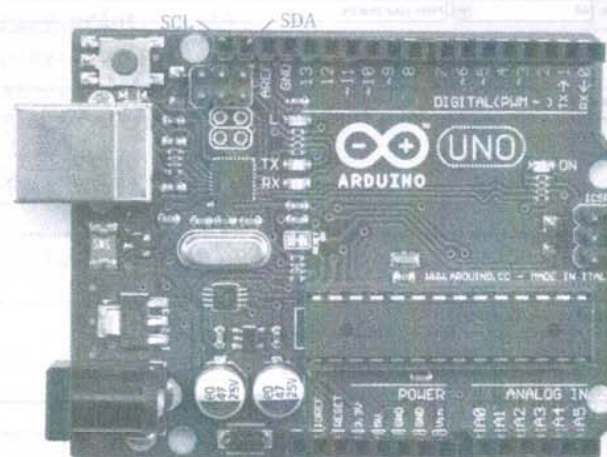

Рис. 9.5. Контакты SCL и SDA на плате Arduino Uno
- контакт SCL дисплея соединить с контактом SCL на плате Arduino. Этот контакт на плате Arduino Uno не подписан, но вы найдете его, руководствуясь рис. 9.5;
- контакт SDA дисплея соединить с контактом SDA на плате Arduino (также руководствуйтесь рис. 9.5).